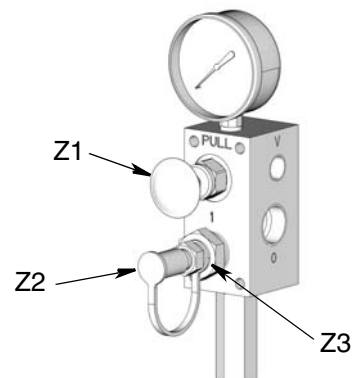

ABB. 16
3. Die gelbe Staubabdeckung (Z2) von der Füllkupplung (Z3) abnehmen (ABB. 16).
4. Die Nachfüllleitung (AA) zwischen der Pumpe (P) der Fernfüllstation und der mit einem „I“ gekennzeichneten Anschlussöffnung der Füllkupplung (Z3) anschließen (ABB. 16).
5. Die Pumpe (P) der Fernfüllstation einschalten.
6. Wenn der Behälter (K) voll ist:
- die Pumpe (P) der Fernfüllstation setzt aus (geschlossenes System)